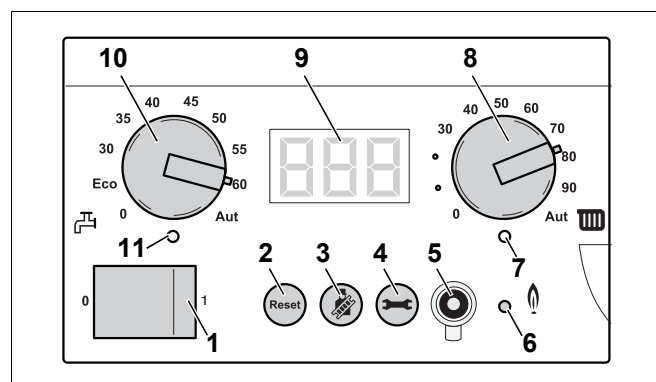

Fig. 118 Controler de bază BC10
- Porniți instalația de încălzire cu comutatorul de funcționare a controlerului de bază Logamatic BC10 (fig. 118, poz. 1).